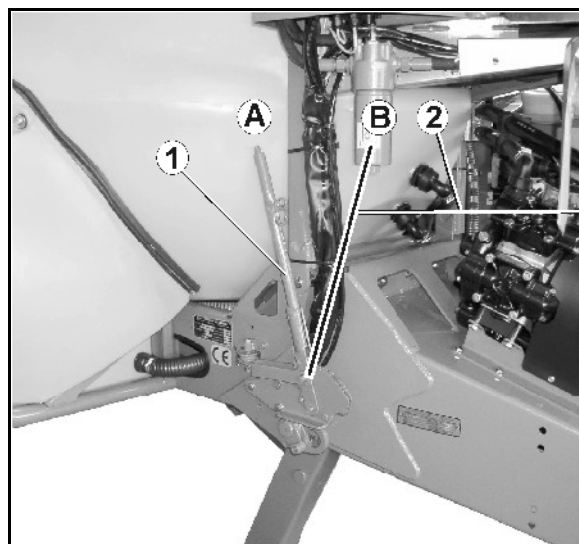

Fig. 32
- Freno de estacionamiento (Fig. 32/1)
- o Desactivado (Fig. 32/A)
- o Activado (Fig. 32/B)
- Cable de tiro (Fig. 32/2)